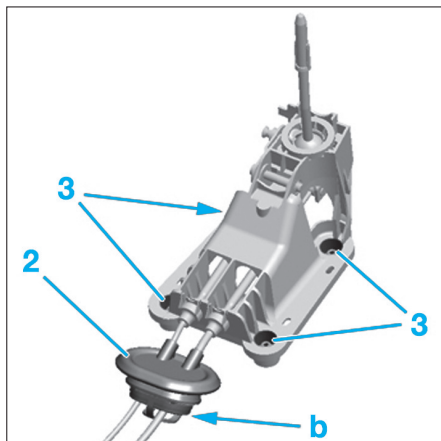

Fig. 14
- Décliper l'entretoise de maintien des câbles de commandes en "b" (Fig.14).